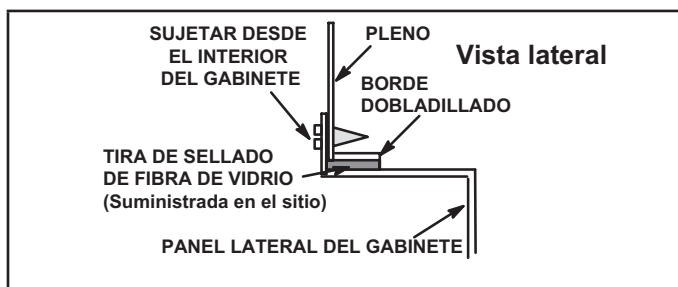

Figura 10
- 4 - En las instalaciones en un clóset, podría ser imposible instalar los tornillos para lámina de metal desde afuera. En ese caso, haga el pleno con un frente removible e instale los tornillos desde adentro (ver la Figura 10).